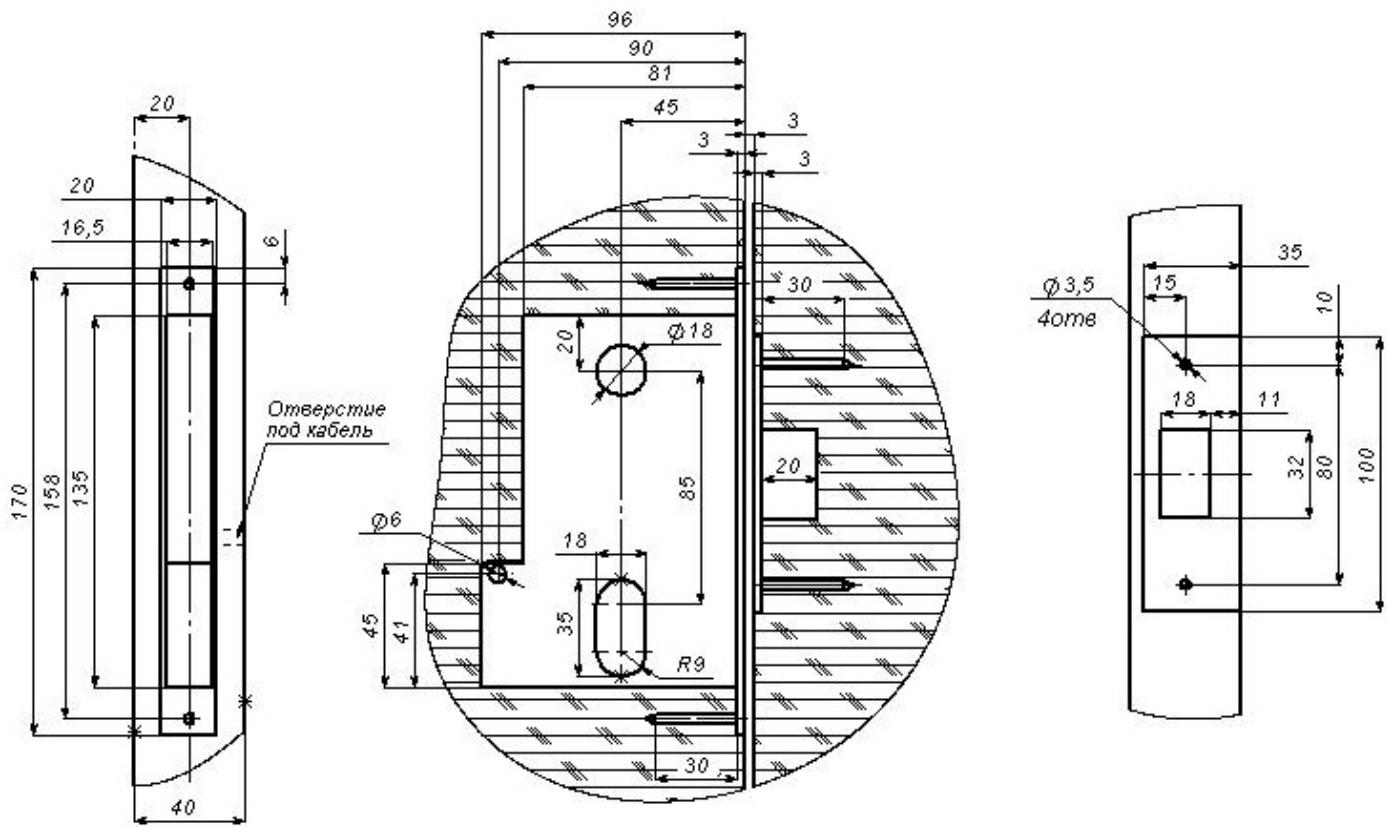

Рис.3 Разделка отверстий под замок
1) Выполните в двери разделку в соответствии с разметкой (размеры - на рис.3);
- выполните выборку установочного паза в дверной коробке в соответствии с разметкой по рис.3;
- запорной планки (рис.3) должен быть расположен строго симметрично относительно поперечного сечения ригеля замка;